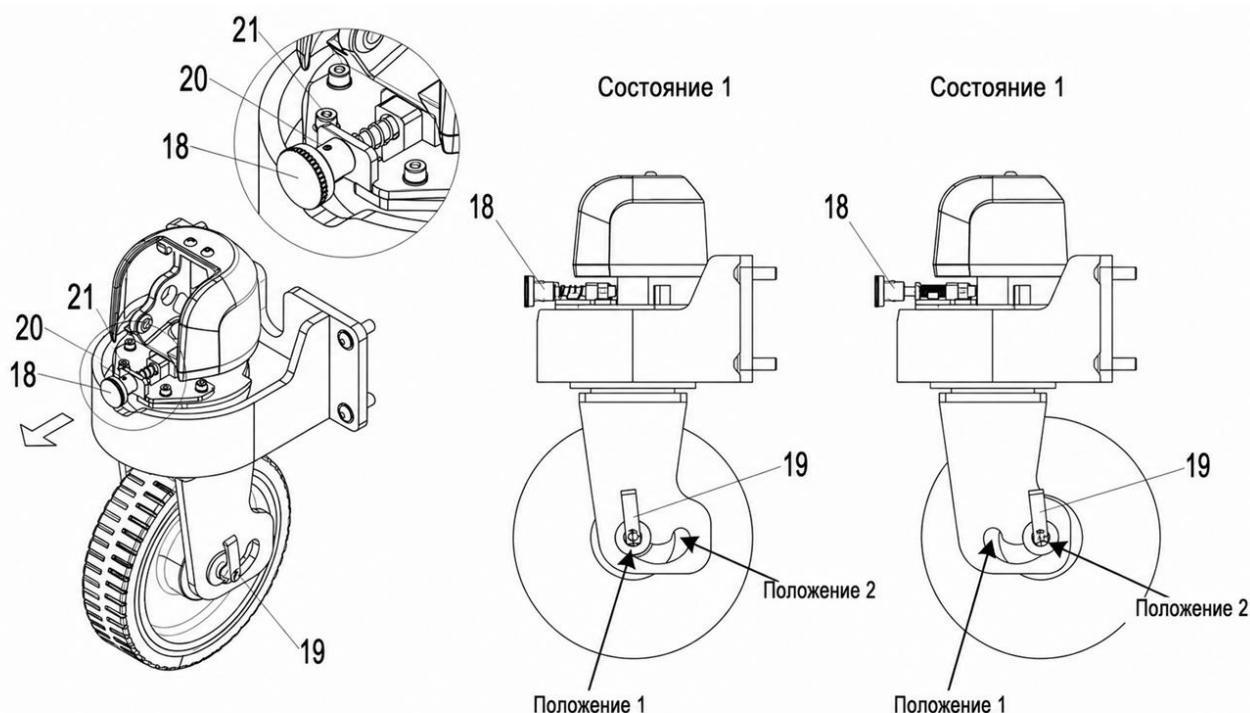

Рис. 11: Положения рулевого колеса
Для переключения между режимами рулевого управления предусмотрен фиксирующий штифт (рис. 11, поз. 18). При этом перемещение оси рулевого колеса между положениями 1 и 2 выполняется вручную.
Режим управления рукояткой (заводская настройка): В данном режиме рулевое колесо поворачивается синхронно с рукояткой управления. Как показано на рисунке, фиксирующий штифт (рис. 11, поз. 18) расположен рядом с кронштейном крепления (рис. 11, поз. 21), а рулевое колесо зафиксировано в положении 1.
- Установите рулевое колесо по центральной линии тягача, как показано на рис. 11.
- Поверните фиксирующий штифт (рис. 11, поз. 18) так, чтобы подпружиненный фиксатор (рис.
- Удерживая фиксирующий штифт (рис. 11, поз. 18) в горизонтальном положении, вытяните его до упора, затем поверните на 90° и отпустите. Штифт зафиксируется в положении блокировки.
- Освободите фиксирующий механизм (рис. 11, поз. 19), переместите рулевое колесо в положение 2, затем снова зафиксируйте фиксирующий механизм (рис. 11, поз. 19).
- Поверните фиксирующий штифт (рис. 11, поз. 18) так, чтобы подпружиненный фиксатор (рис. 11, поз. 20) занял горизонтальное положение.
- Под действием пружины фиксирующий штифт (рис. 11, поз. 18) автоматически вернется в исходное положение.
- Проверьте работу рулевого механизма. Если при повороте рукоятки управления рулевое колесо не поворачивается, поверните рукоятку управления влево или вправо, чтобы фиксирующий штифт (рис. 11, поз. 18) полностью вошел в исходное (крайнее внутреннее) положение.
- Освободите фиксирующий механизм (рис. 11, поз. 19), переместите рулевое колесо в положение 1, затем снова зафиксируйте фиксирующий механизм (рис. 11, поз. 19).